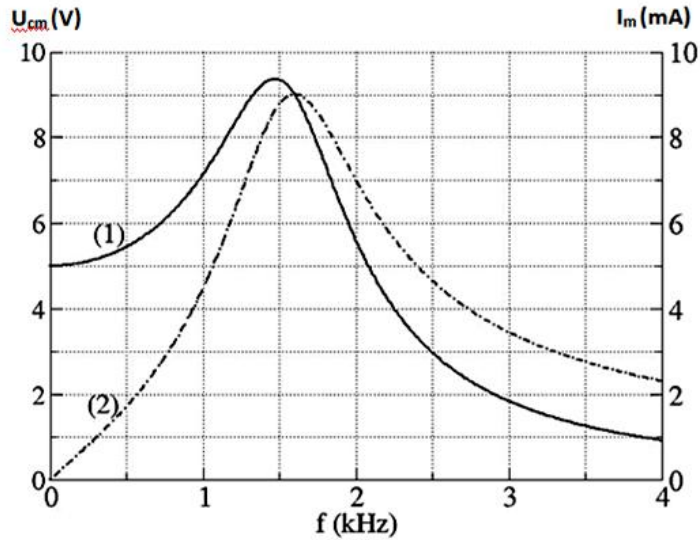

Figure 2
15. On donne, figure 2 ci-dessous, les graphes de  $U_{Cm}$  et  $I_m$  en fonction de la fréquence  $f$ , fréquence du générateur. L'échelle de gauche concerne  $U_{Cm}$  et l'échelle de droite concerne  $I_m$ . Identifier, en justifiant votre choix, les courbes  $U_{Cm}(f)$  et  $I_m(f)$  parmi les courbes (1) et (2).